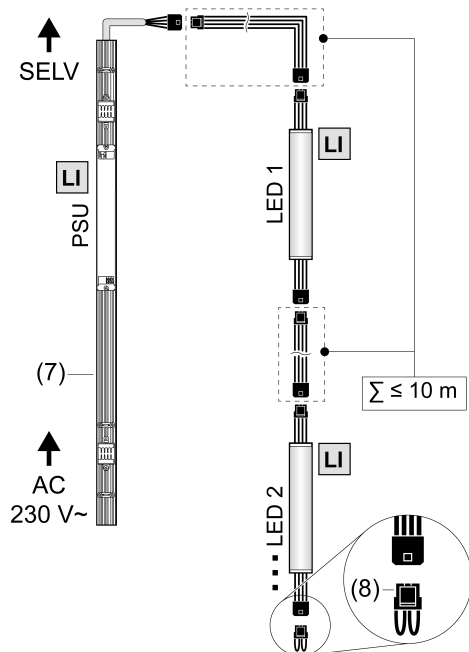

Bild 4: Anschlusskizze
- Lichteinsätze gemäß Anschlussskizze verketteten und mit einem geeigneten Betriebsgerät (7) verbinden (Bild 4).
- Verkettung am Ausgang des letzten Lichteinsatzes immer mit einem Kurzschlussstecker (8) abschließen.